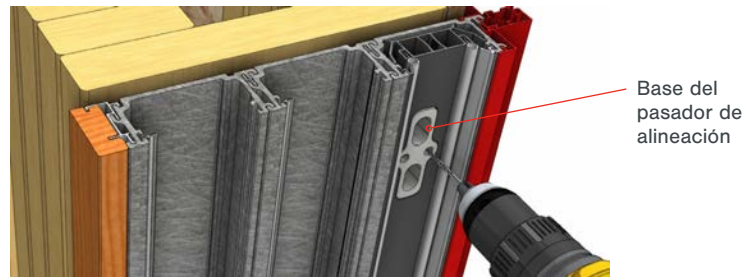

Fig 46
- Utiliza los agujeros de la base estructural como guía para perforar dos agujeros de 3/16" a través de las jambas hasta llegar al marco (Fig. 46).